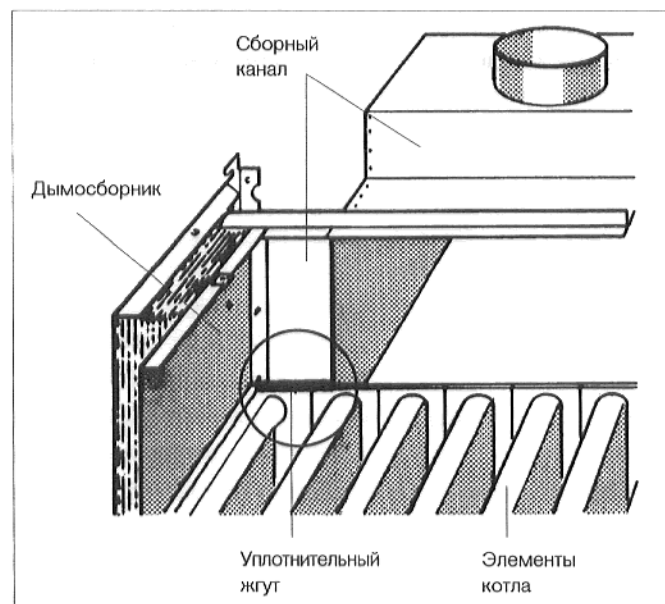

Рис. 7. Уплотнение сборного канала
- вдавить эти четыре куска крепко сверху между сборным каналом и наружными элементами котла (рис. 7),